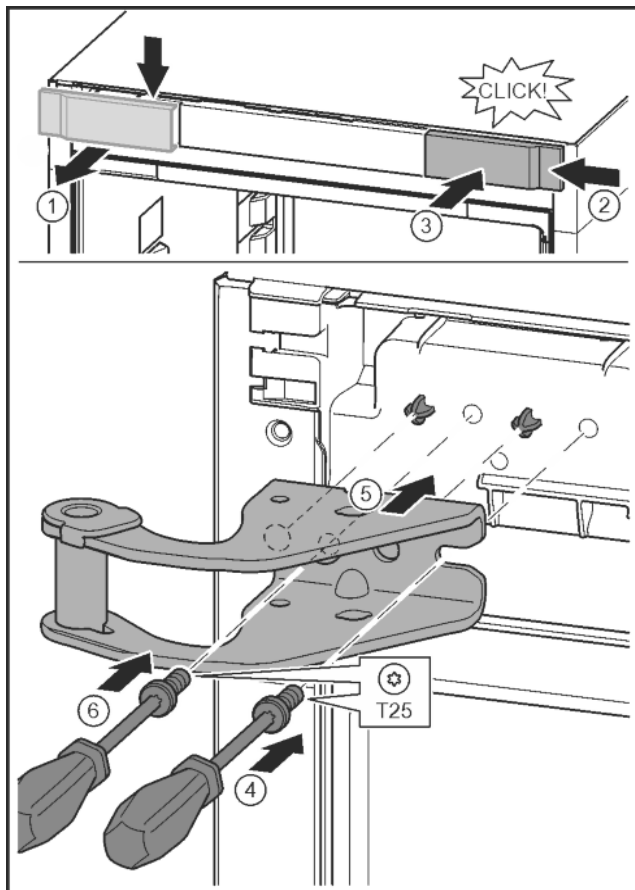

Fig. 11
- Kryt uvolněte a sejměte do strany. Fig. 11 (1)
- Kryt otočený o 180° zavěste na druhé straně zprava. Fig. 11 (2)
- Zaklapněte kryt. Fig. 11 (3)
- Šroubovákem T25 nasadíte šrouby. Fig. 11 (4)
- Nasadíte horní stojan ložiska. Fig. 11 (5)
- Utáhněte šroub. Fig. 11 (4)
- Šroubovákem T25 vložte šroub a utáhněte. Fig. 11 (6)